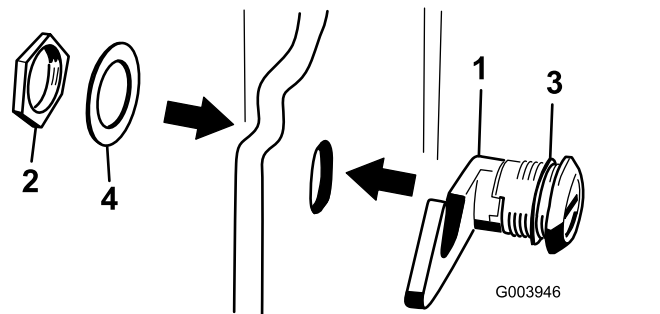

Figure 19
3. Retirez l'écrou du verrou du capot (Figure 19).